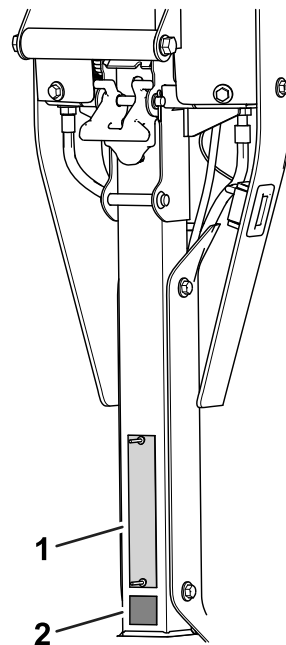

Рисунок 10
- Приклейте наклейку CE под табличкой с серийным номером (Рисунок 10).